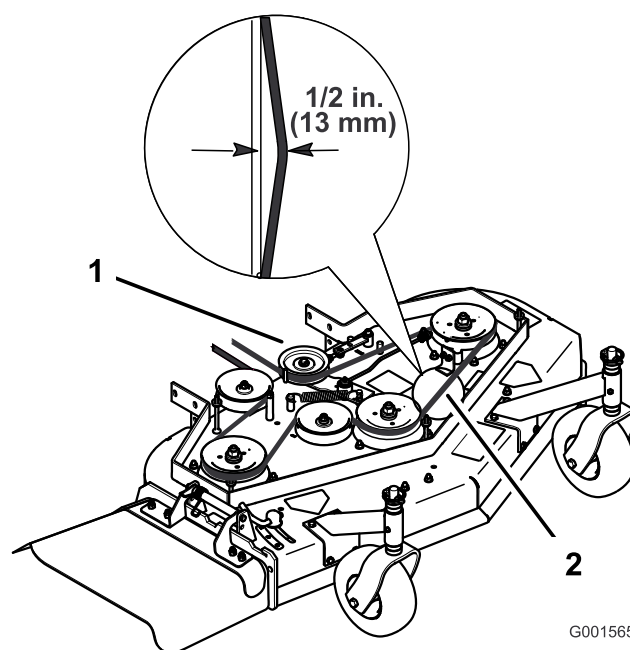

**Figura 51**
**Nota:** La tensión correcta de la correa del cortacésped es de 44-67 N (10-15 lbf) con la correa desviada 13 mm (1/2 pulg.) en el punto intermedio entre las poleas (Figura 51 o Figura 52).
3. Afloje la contratuerca del tensor (Figura 51).
4. Gire el tensor hacia la parte trasera del cortacésped para aumentar la tensión de la correa. Gire el tensor hacia la parte delantera del cortacésped para reducir la tensión de la correa (Figura 51).
desviada 13 mm (1/2 pulg.) en el punto intermedio entre las poleas (Figura 51).